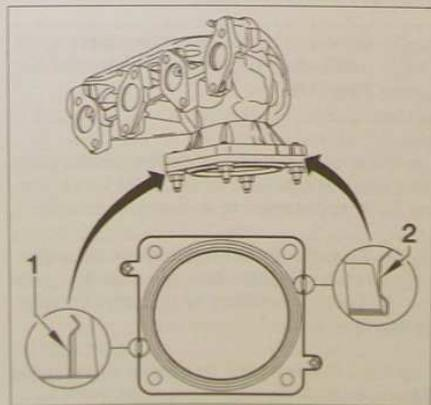
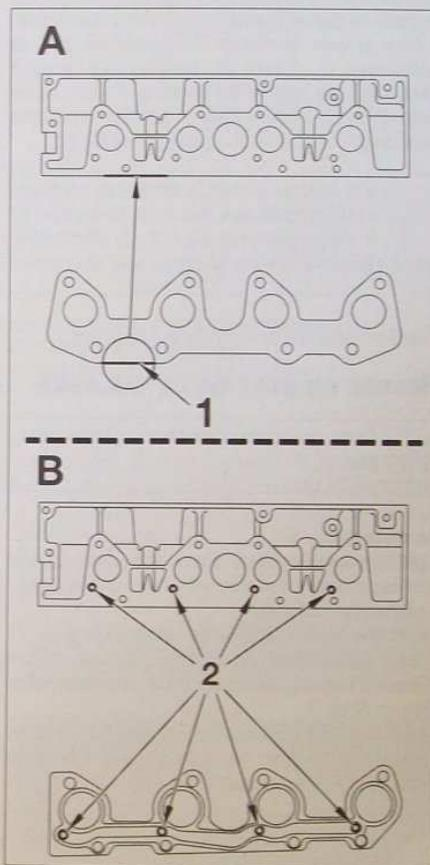

FIG. 37
FIG. 36
- sur les moteurs TU/L4, monter la partie pleine (1) côté distribution (Fig.36).
- sur les moteurs TU/IFL5, faire coïncider les trous du joint (2) avec ceux de la culasse.
- le sens de montage de son joint : placer la languette (1) dans l'encoche du catalyseur côté filtre à huile et la languette (2) dans celle de la bride du collecteur côté alternateur (Fig.37).